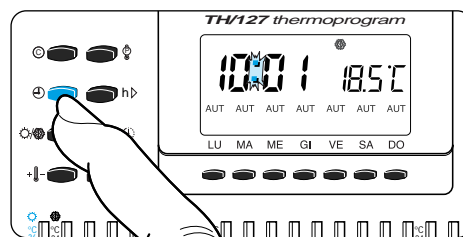

Fig. 18
5.8 - Premere il pulsante **+** per terminare la procedura dell'impostazione ora e giorno (fig. 18). Con questa operazione, attendendo l'azzeramento dei secondi, si può aggiornare anche il loro conteggio.